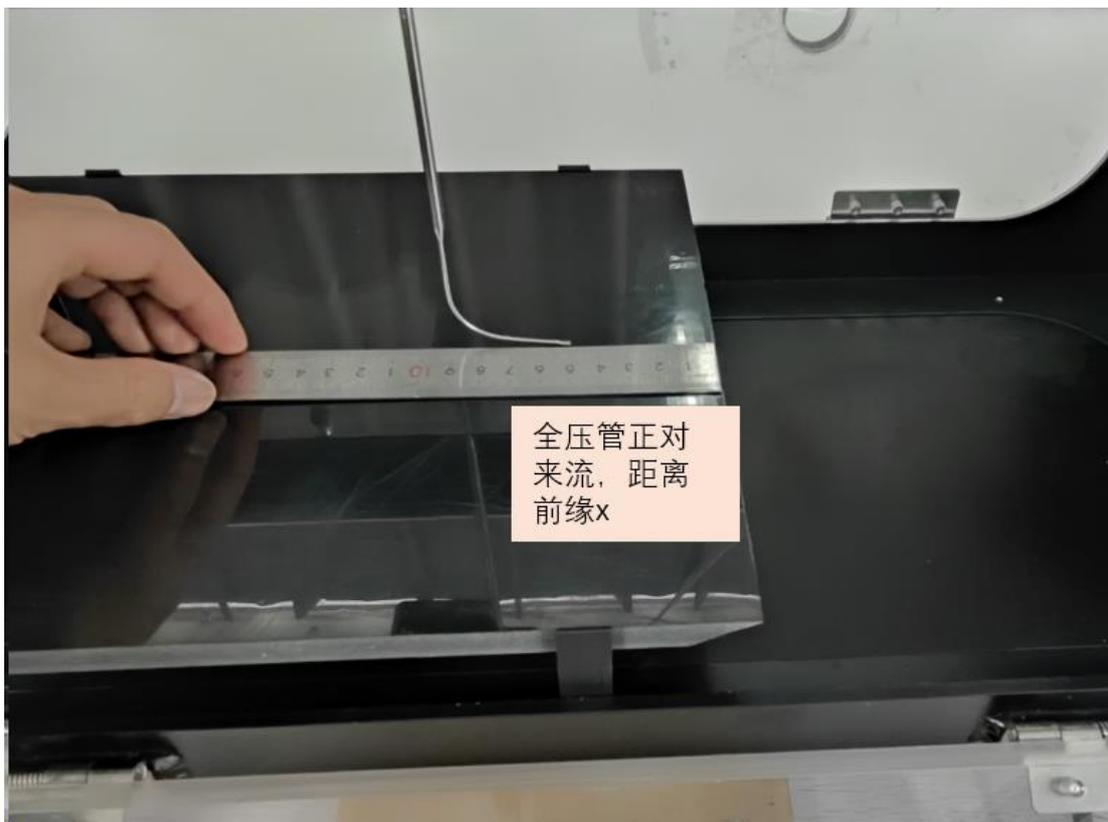

图 3 全压管初始位置图片
4. 将全压管对准来流，水平移动平板，是全压管位置距离前缘  $x=50\text{mm}$ ，见图 3